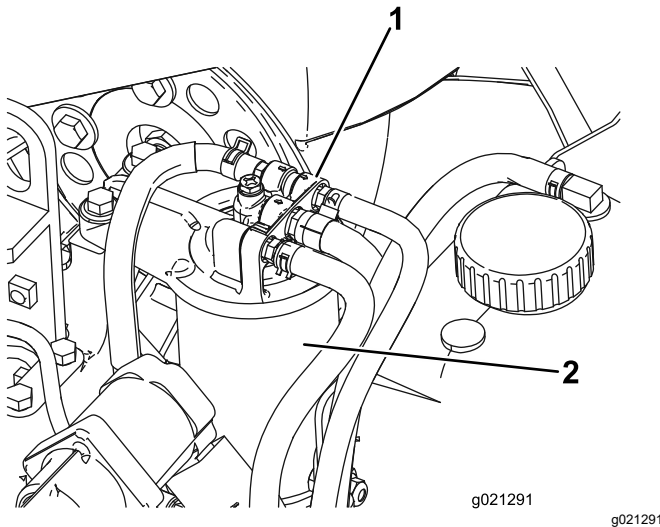

Figure 57
1. Nettoyez la surface autour de la tête du filtre à carburant (Figure 57).
2. Déposez le filtre et nettoyez la surface de montage de la tête du filtre (Figure 57).